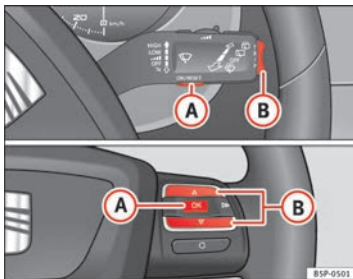

Abb. 39 Wippschalter A und B. Bedienelemente am Lenkrad.
- Zum Umschalten von einem Speicher auf einen anderen drücken Sie bei eingeschalteter Zündung kurz die Taste \Rightarrow Seite 65, Abb. 39 **A** am Scheibenwischerhebel oder die Taste **A** der Bedienelemente am Lenkrad \Rightarrow Seite 65, Abb. 39.